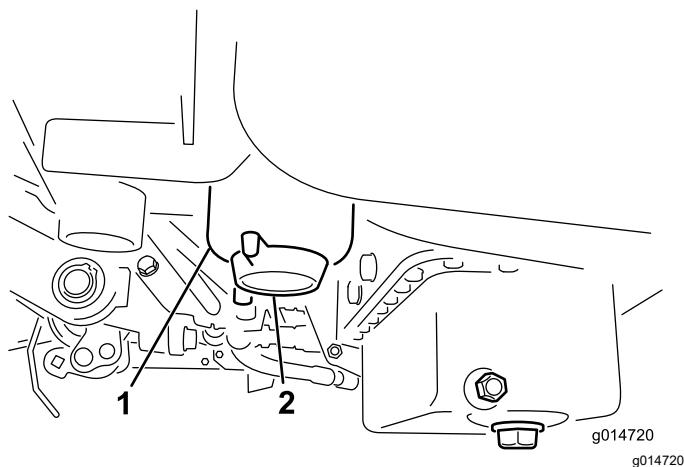

Figura 38
3. Abra o tampão de drenagem no filtro de combustível aproximadamente uma volta e drene qualquer água acumulada (Figura 38).